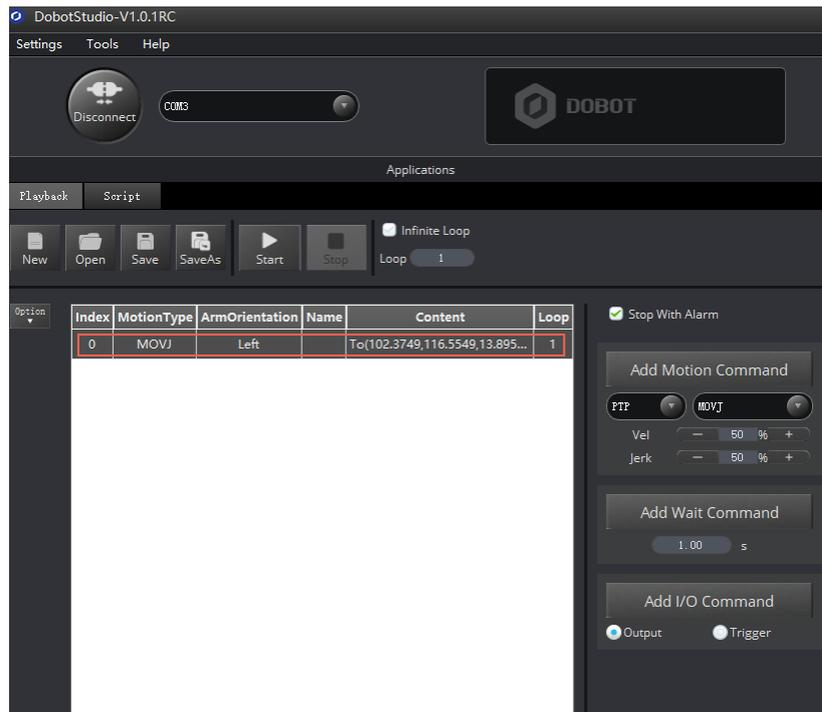

图 6.7 当前存点参数信息
- 在“Playback”左侧界面的存点列表选中某一条存点信息，双击修改存点信息，存点信息如图 6.7 所示。可修改的参数如表 6.6 所示。